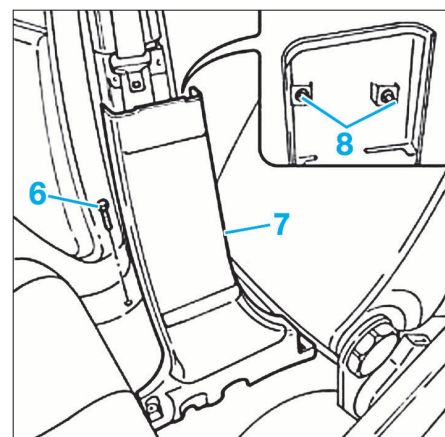

FIG. 101
• De chaque côté, déposer la vis (6), puis décliper l'élément (7) en (8) (Fig.101).